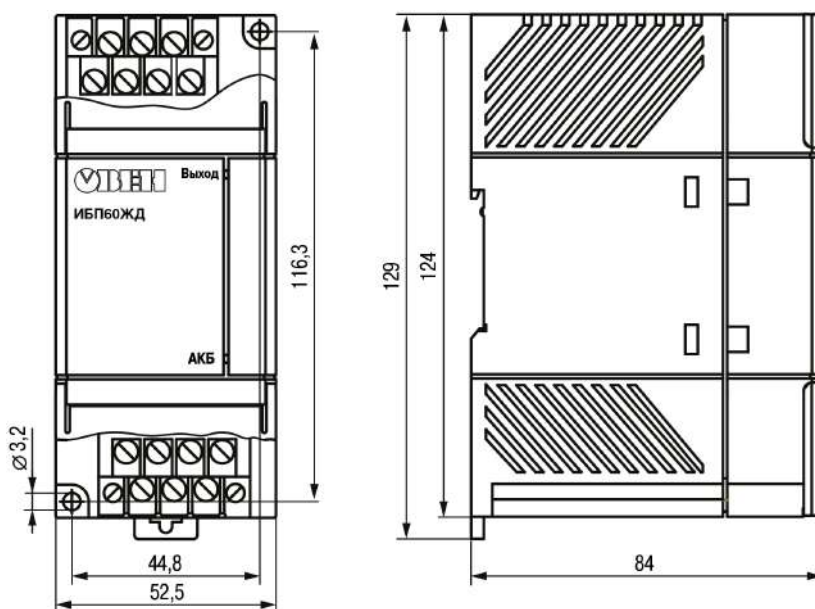

Рисунок 4.1 – Габаритные и установочные размеры прибора
1. Подготовить место на DIN-рейке для установки прибора (см. рисунок 4.1).
1. Убедиться в наличии свободного пространства для подключения прибора и прокладки проводов (см. рисунок 4.1).